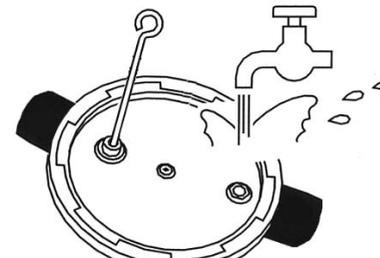

FIG.7a
Al tiempo que aplica un fuerte chorro de agua tibia, debe limpiar el orificio de la chimenea (10) con una varilla y la válvula de seguridad (21) presionando el bulón con una varilla (FIG. 7a).
Para mantener su olla en perfecto estado de uso y conservación, le recomendamos lavarla después de cada uso con agua tibia, jabón para vajilla y una esponja o estropajo suave, siguiendo las siguientes instrucciones (FIG. 7a, 7b, 7c).